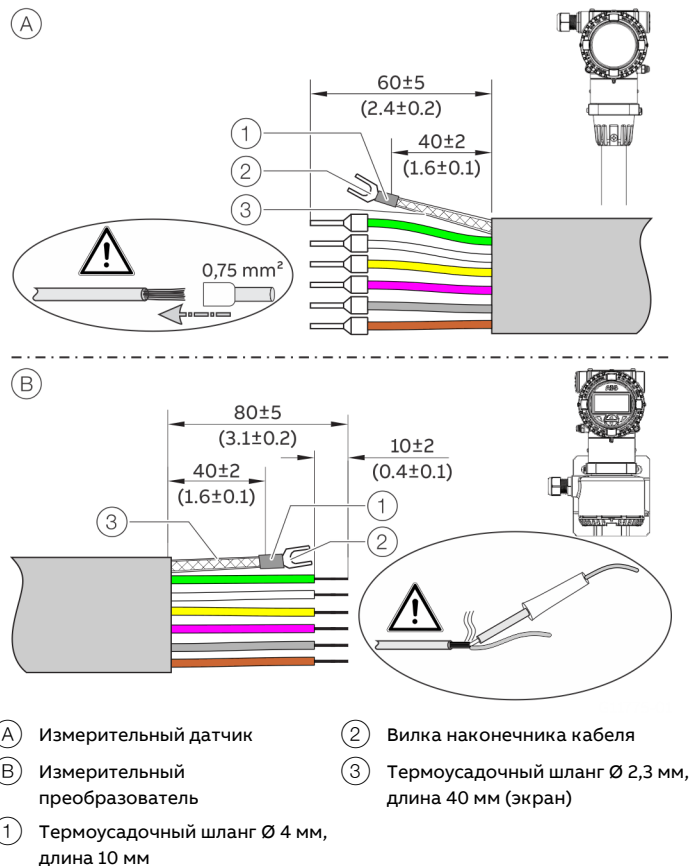

Рисунок 49. Сигнальный кабель, размеры в мм (in.)
Сигнальный кабель можно обрезать на любую длину. Затем должна быть выполнена оконцовка кабелей, как показано на Рисунок 49.
3. Подготовьте сигнальный кабель в соответствии с указаниями (см. Рисунок 49).